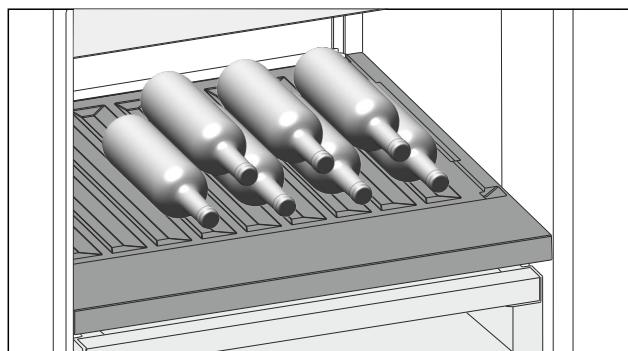

Fig. 143
- Flaschen mit dem Boden nach hinten zur Rückwand einlegen. (siehe Fig. 143)